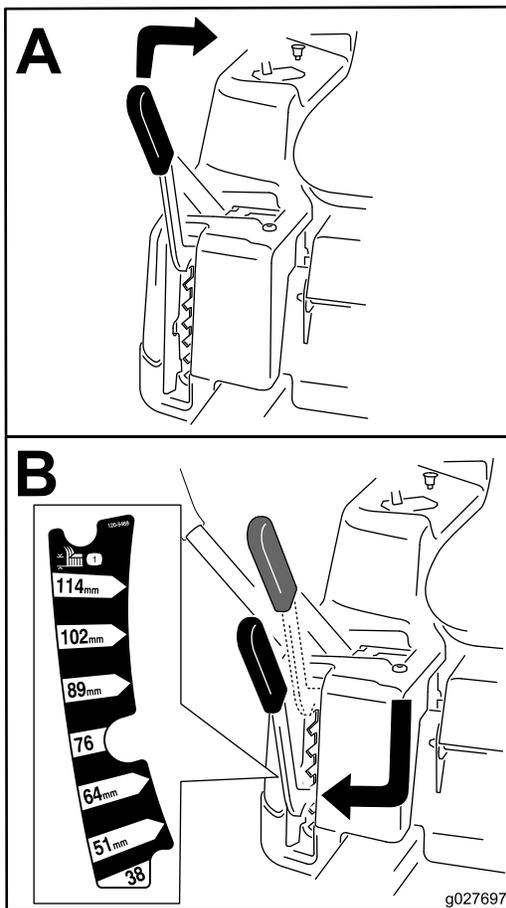

Рисунок 28
**Примечание:** Транспортное положение — это самое высокое положение высоты скашивания, соответствующее 115 мм, как показано на Рисунок 28.
Высота скашивания регулируется рычагом, расположенным справа от рабочего места оператора (Рисунок 28).